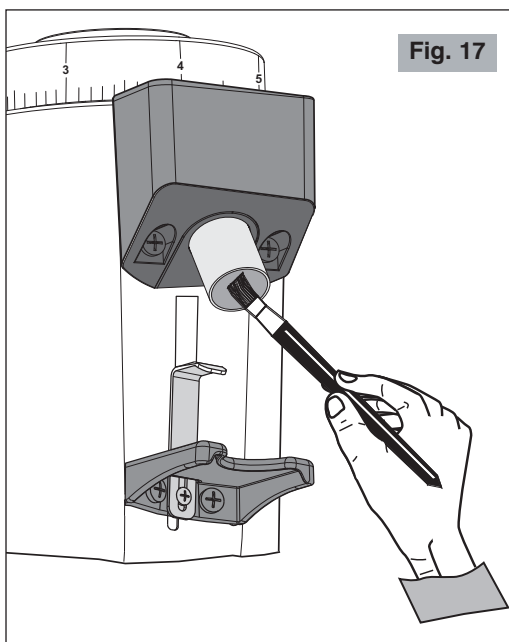

Fig. 17
- Utilizzare uno spazzolino o un pennello (Fig. 17) per pulire le zone più nascoste al suo interno e un panno asciutto per le altre superfici.